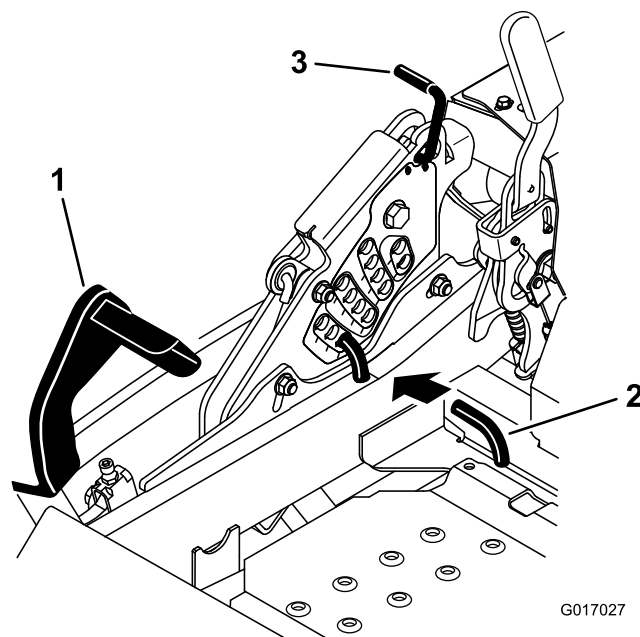

Figure 27
2. Appuyez sur la pédale de relevage du plateau de coupe avec le pied et relevez le plateau en position de transport (qui est aussi la position de hauteur de coupe de 140 mm) (Figure 27).
3. Pour changer de hauteur de coupe, tournez la goupille de 90 degrés retirez-la du support de hauteur de coupe (Figure 27).
4. Placez l'axe de chape dans le trou du support correspondant à la hauteur de coupe voulue (Figure 27).